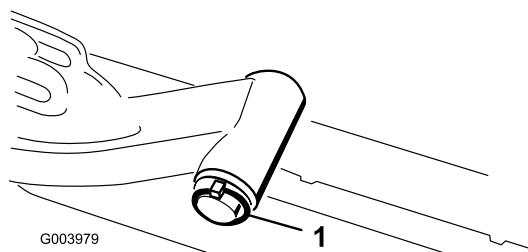

Bild 11
- A. Nehmen Sie den Klapstecker und die Scheibe ab, mit denen die Gelenkwelle des Hubarms am Hubarm befestigt ist. Schieben Sie die Gelenkwelle des Hubarms aus dem Hubarm (Bild 11).
- C. Setzen Sie die Hubarmwelle in den Hubarm ein und befestigen sie mit der Scheibe und dem Klapstecker (Bild 11).